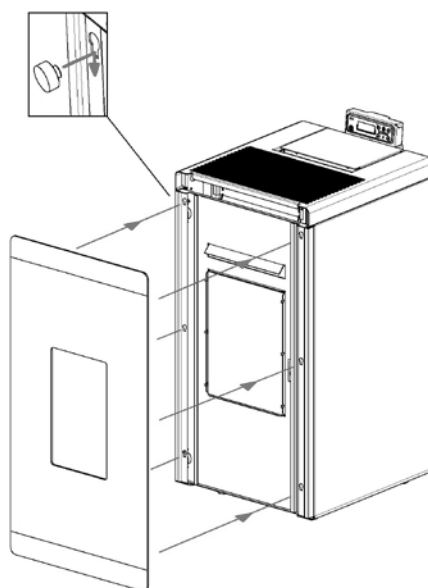

Fig. 42 - Plaats het glas
- Plaats het glas op de metalen deur: haak de koppen van de schroeven vast aan de gaten van de deur (zie **Fig. 42**).